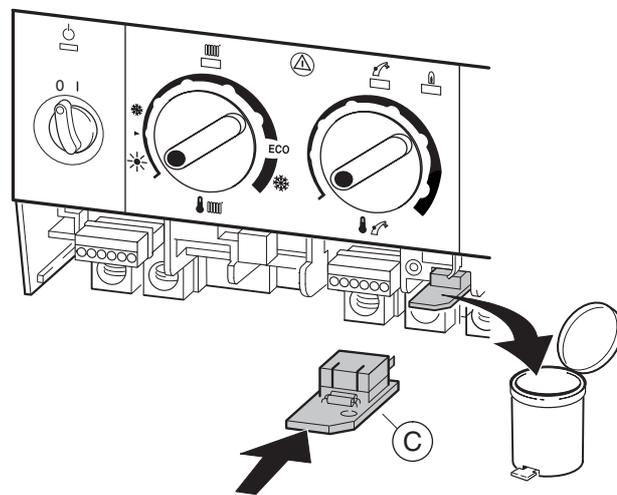

Fig. 41
- ▶ Sostituire gli ugelli (29).
- ▶ Rimontare la rampa ugelli utilizzando una nuova guarnizione (A).
- ▶ Cambiare la chiave di codifica (C) alla Heatronic (Fig. 41).